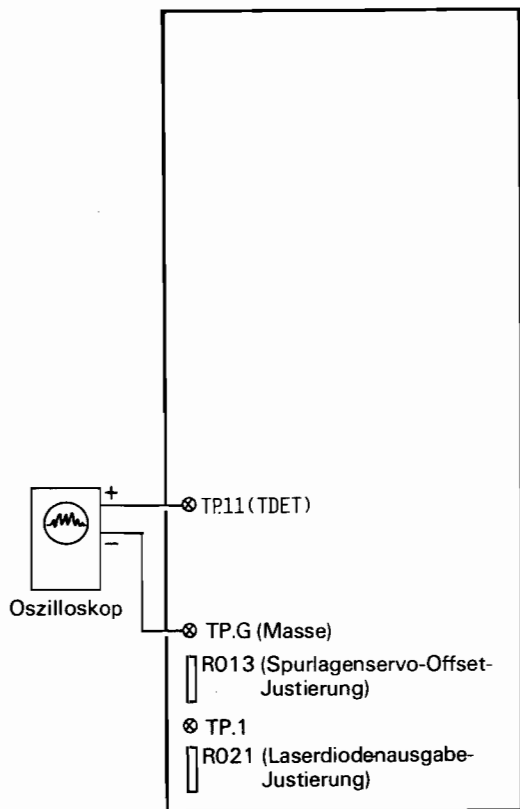

Abb. 26 PP P.W.B.
- [1] Schließen Sie das Oszilloskop an die Punkte TP.11 (TDET) und TP.G (Masse) an (Abb. 26).